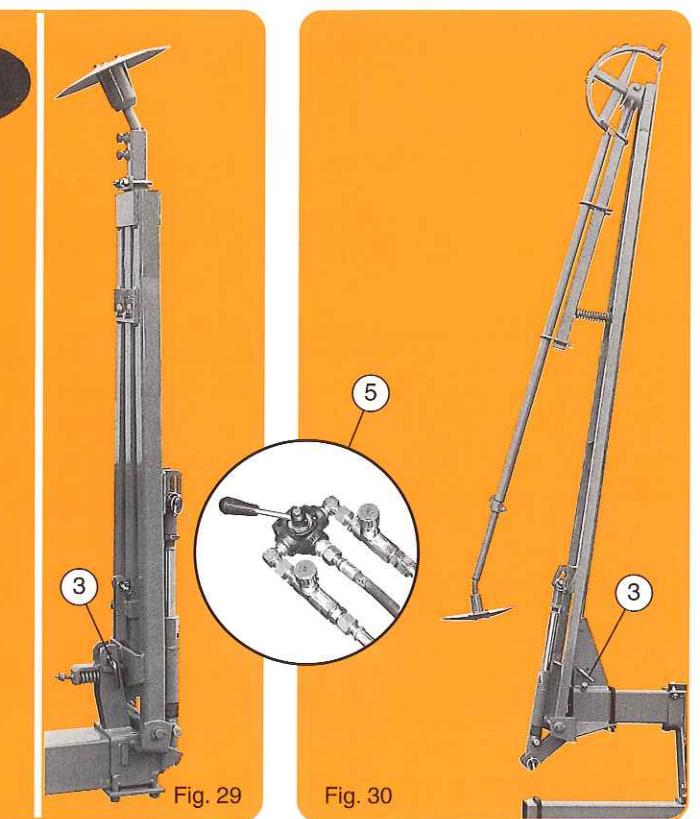

Fig. 29
Fig. 29. Rayonneur hydraulique standard pour châssis de 4,50 m et 6,10 m. Normalement ces rayonneurs se fixent en bout de barre porte-outils mais ils peuvent sur demande être livrés avec support spécial ① les positionnant en avant de la barre porte-outils pour un repérage rapproché (dans le cas d'inter-rangs réduits par exemple).
Abb. 29. Hydraulische Spuranzeiger für Rahmen 4,5 m und 6 m. Normal sind die Spuranzeiger an den Enden der Rahmen befestigt. Auf Anfrage kann ein Spezialrahmen ① geliefert werden, wo die Spuranzeiger vor dem Hauptrahmen montiert werden können (speziell für enge Reihen).
Fig. 29. Standard hydraulic row markers for frames of 4,5 m (14'9") and 6 m (20'). Normally these row markers are mounted at the end of the toolbar, but on special request they can be supplied with a special mounting bracket ① that positions the row marker in front of the toolbar (for example in the case of narrow rows).
Fig. 29. Standaard hydraulische markeurs voor frames van 4,50 m en 6,10 m. Normaal worden deze markeurs gemonteerd op het uiteinde van de draagbalk. Op aanvraag is het mogelijk deze te leveren met een speciale houder ①. Met deze houder worden de markeurs vóór de draagbalk geplaatst (bv. bij kleine rij-afstanden).